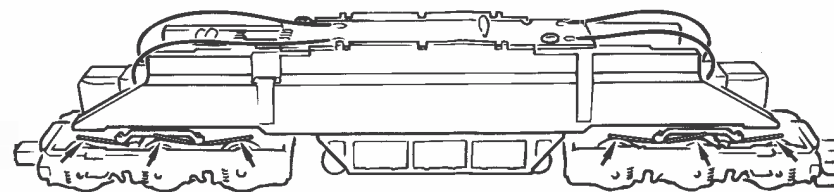

Fig. 10
4. Motorwechsel: Lokgehäuse abnehmen (Fig. 3). Danach wird der Motor ausgebaut und ausgetauscht (Fig. 10).
4. Motor Changing: First remove loco body (fig. 3), and then the motor (fig. 10).
4. Remplacement du moteur: Démontez la caisse (fig. 3). Démontez ensuite le moteur (fig. 10).